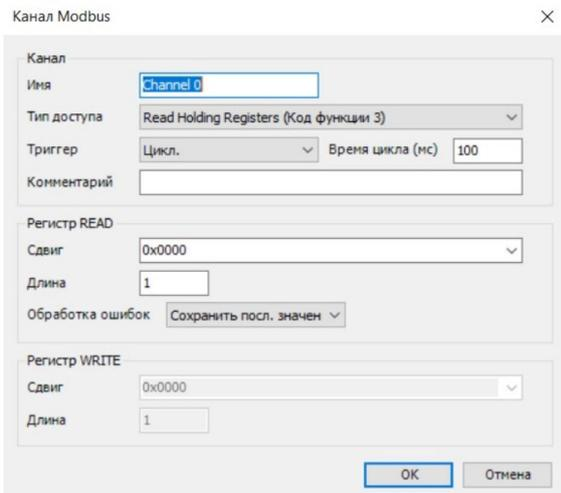

Рис.20 Добавление каналов чтения/записи регистров узла.
4. После добавления узлов Пользователю необходимо настроить каждый из них. В дереве проекта двойным щелчком по объекту "Modbus_TCP_Slave_(Modbus TCP Slave)" необходимо открыть вкладку "Общее" и установить параметры работы узла: IP-адрес, порт и таймаут ответа. Затем во вкладках "Канал Modbus Slave" и "Modbus Slave Init" требуется добавить необходимые каналы чтения/записи регистров узла (Рис.20).